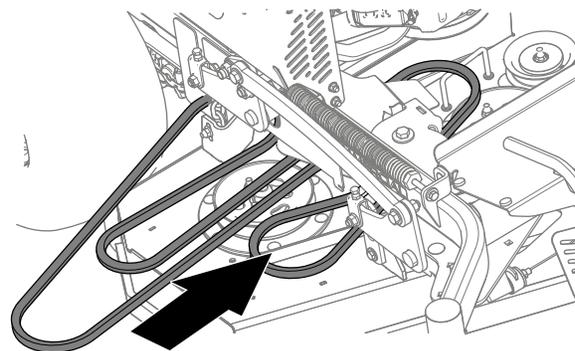

Figura 78
1. Monte a correia na plataforma (Figura 78).